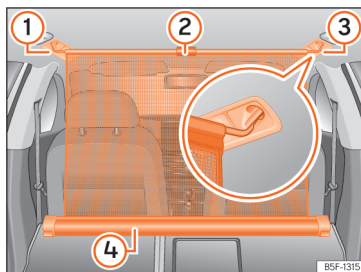

Рис. 193 Багажний відсік: установлена розділова сітка при складених спинках заднього сидіння
- Тримавши за рукоятку >>> **рис. 193 ②**, витягніть сітку з касети **④**.
- Зачепіть сітку справа або зліва >>> **рис. 193 ③** (збільшений фрагмент рисунка).
- Зачепіть сітку з іншого боку >>> **рис. 193 ①**, потягнувши елемент кріплення догори.
Якщо розділова сітка зафіксована як слід, Т-подібні елементи надійно входять до відповідних кріплень >>> **рис. 193 ③** та **①**.
- Складіть сітку до касети >>> **рис. 193 ④**, тримаючи її рукою.